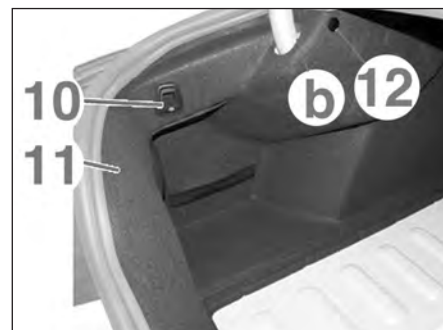

FIG.67
- Dégrafer le point d'ancrage (10) de la garniture latérale de coffre (11) (Fig.67).
- Déposer l'agrafes (12).
- Dégager la garniture latérale (11) de l'articulation du couvercle de coffre en (b).
- Déposer la garniture latérale (11) de coffre.